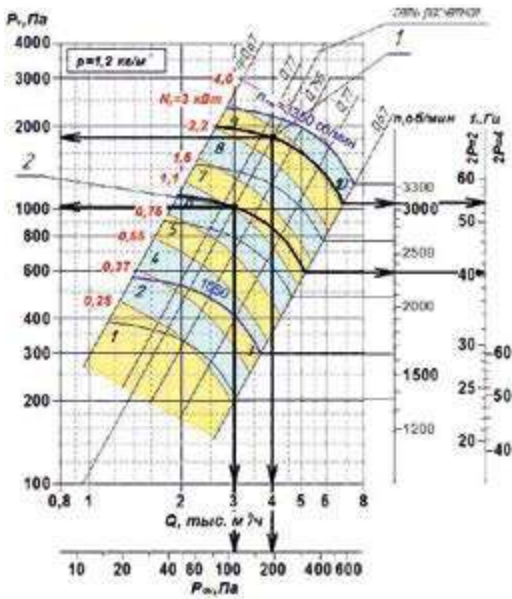

Рис.24 Аэродинамическая характеристика вентилятора ВР 85-77-3,55
- ▶ отложим на графике ВР 85-77-3,55 рабочую точку 1 (рис. 24) режима «ЛЕТО». Проведем через данную точку прямую, параллельную линиям КПД, соответствующую характеристике сети вида  $\Delta P = kQ^2$ . Укажем на данной прямой точку 2, которая соответствует производительности в режиме «ЗИМА». Через точки 1 и 2 проведем кривые аэродинамических характеристик вентилятора эквидистантные ближайшим кривым. Для обеспечения производительности режима «ЛЕТО» необходимо стандартному вентилятору с синхронной частотой вращения  $n = 3000$  об/мин поднять с помощью ПЧ обороты рабочего колеса до  $n_n = 3090$  об/мин. Для режима «ЗИМА» – опустить обороты до  $n_3 = 2305$  об/мин;